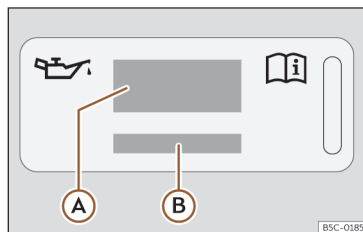

Abb. 226 Im Motorraum: Aufkleber mit Motoröl-Spezifikationen
Legende zur >>> (Abb. 226):
Wenn Motoröl nachgefüllt werden muss, verwenden Sie eines der auf dem Aufkleber angegebenen Motoröle >>> (Abb. 226). Der Aufkleber mit der vorgeschriebenen Motoröl-Norm befindet sich im vorderen Bereich des Motor-
- Wenn der Aufkleber mit den Motoröl-Spezifikationen >>> (Abb. 226) fehlt, wenden Sie sich an einen Fachbetrieb.